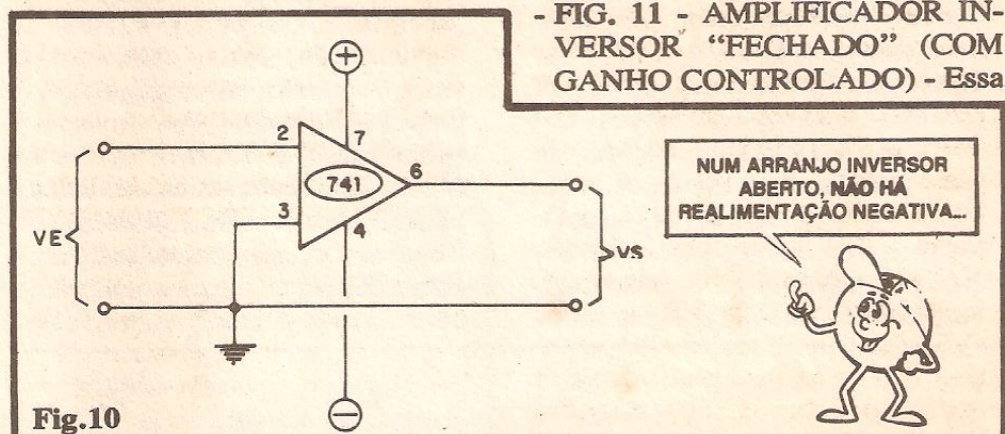

Fig.10
**- FIG. 10 - AMPLIFICADOR INVERSOR "ABERTO"** - Nessa configuração, a Tensão de Saída será sempre invertida em função da polaridade do sinal aplicado à Entrada... Como a Entrada Não Inversora (pino 3) não é utilizada, promovemos sua ligação à "terra" (zero volt), para que não "pentele", eletricamente... O ganho (fator de amplificação) nesse arranjo é simplesmente total, "tudo" o que o 741 é capaz de "dar"... Assim, alguns "caquinhos de volt", positivos, na Entrada (pino 2) farão com que VS vá quase ao nível da Tensão negativa de alimentação... Por outro lado, alguns "ciscos de volt", negativos, como VE, levarão VS praticamente à Tensão positiva de alimentação... É uma configuração, portanto, "radical" (e por isso mesmo raramente usada...) já que, por exemplo, se colocarmos "-0,0001V" (cem microvolts negativos) como VE, teremos uma VS de 10V! Isso com o 741 alimentado por +12/-12V... O arranjo é tão sensível que basta Você "olhar feio", ou "por o dedo" na Entrada (pino 2), para o 741 "saturar"!